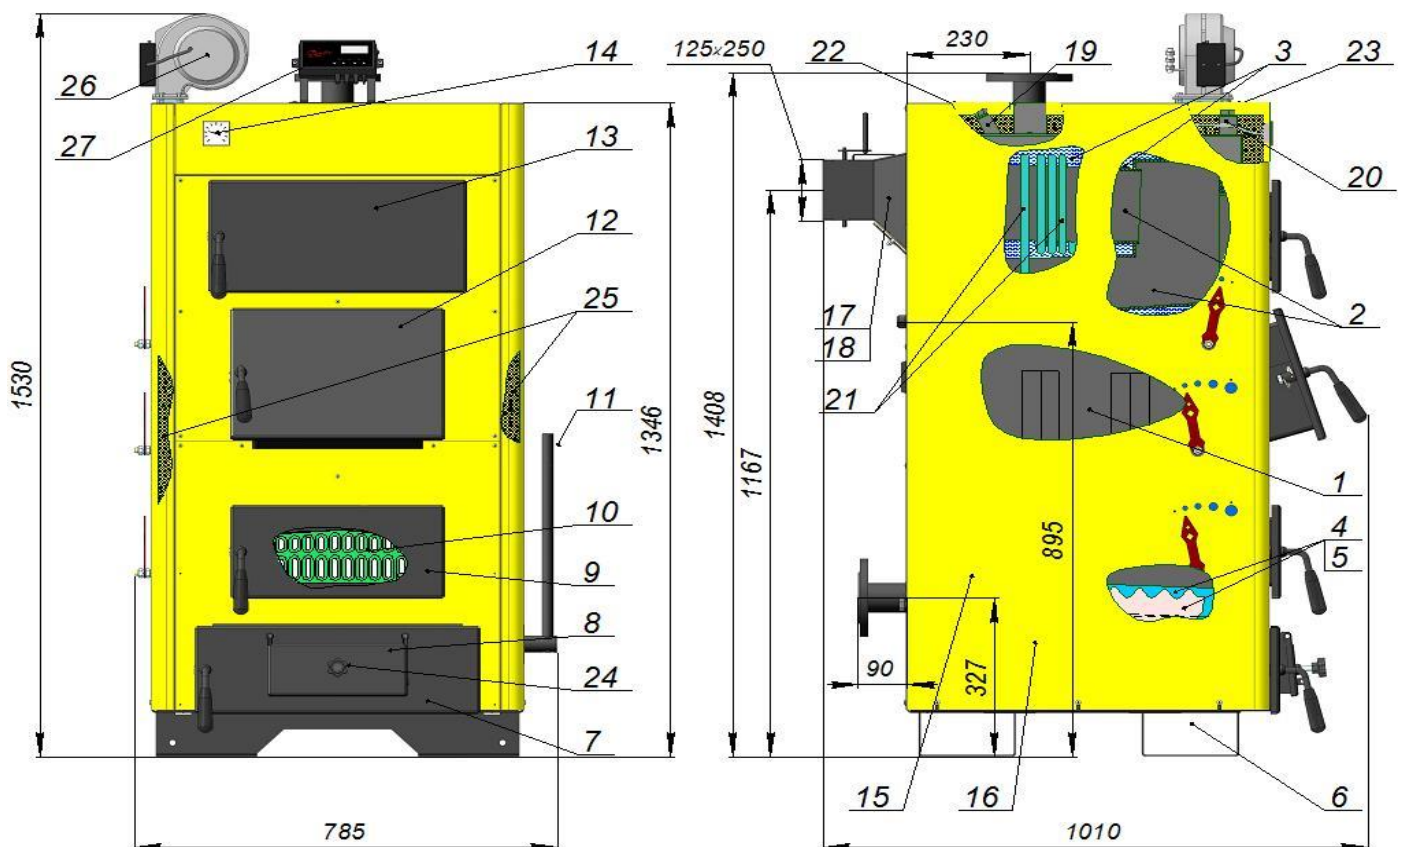

Рис. 2. Будова котла "Данко-18ТНЕ":
5.1. Котли моделей “Данко-10ТНЕ” (рис.1) і “Данко-18ТНЕ” (рис.2), призначені для роботи на твердому паливі.